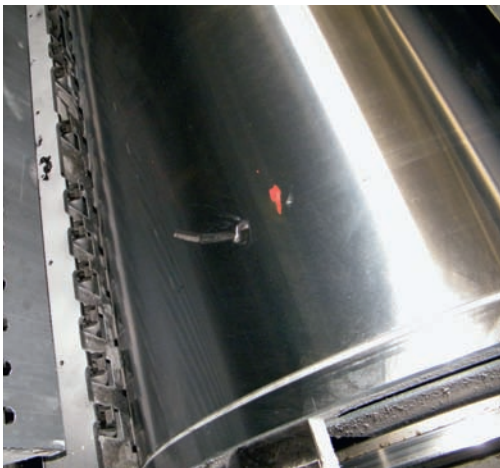

Abbildung 1: Der Schraubenabdruck auf der Druckzylinderoberfläche ist deutlich sichtbar.
**ZEITPUNKT.** Zwei Tage nach dem Walzenwechsel geriet plötzlich und unerwartet die Zylinderschraube in die direkte Druckzone und zerstörte die Druckzylinderoberfläche, in einem Abstand von 120 mm vom Schmitzring auf der Bedienseite, erheblich (siehe Abbildung 1).